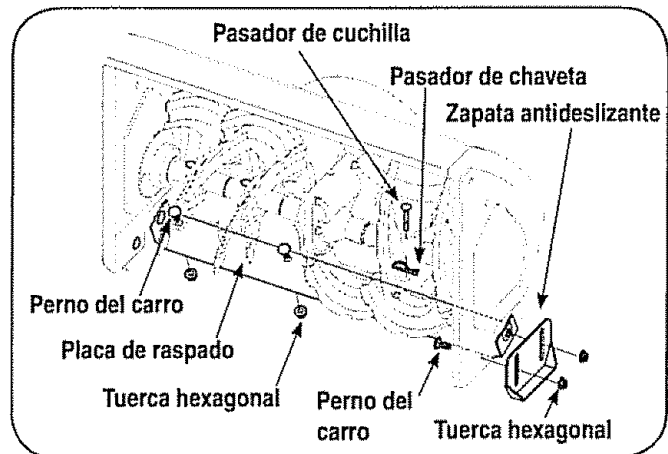

Figura 7
1. Para cambiarlas, quite los pernos de carro y las tuercas hexagonales que aseguran cada zapata antideslizante a la caja de la máquina quitanieve. Vea la figura 7.